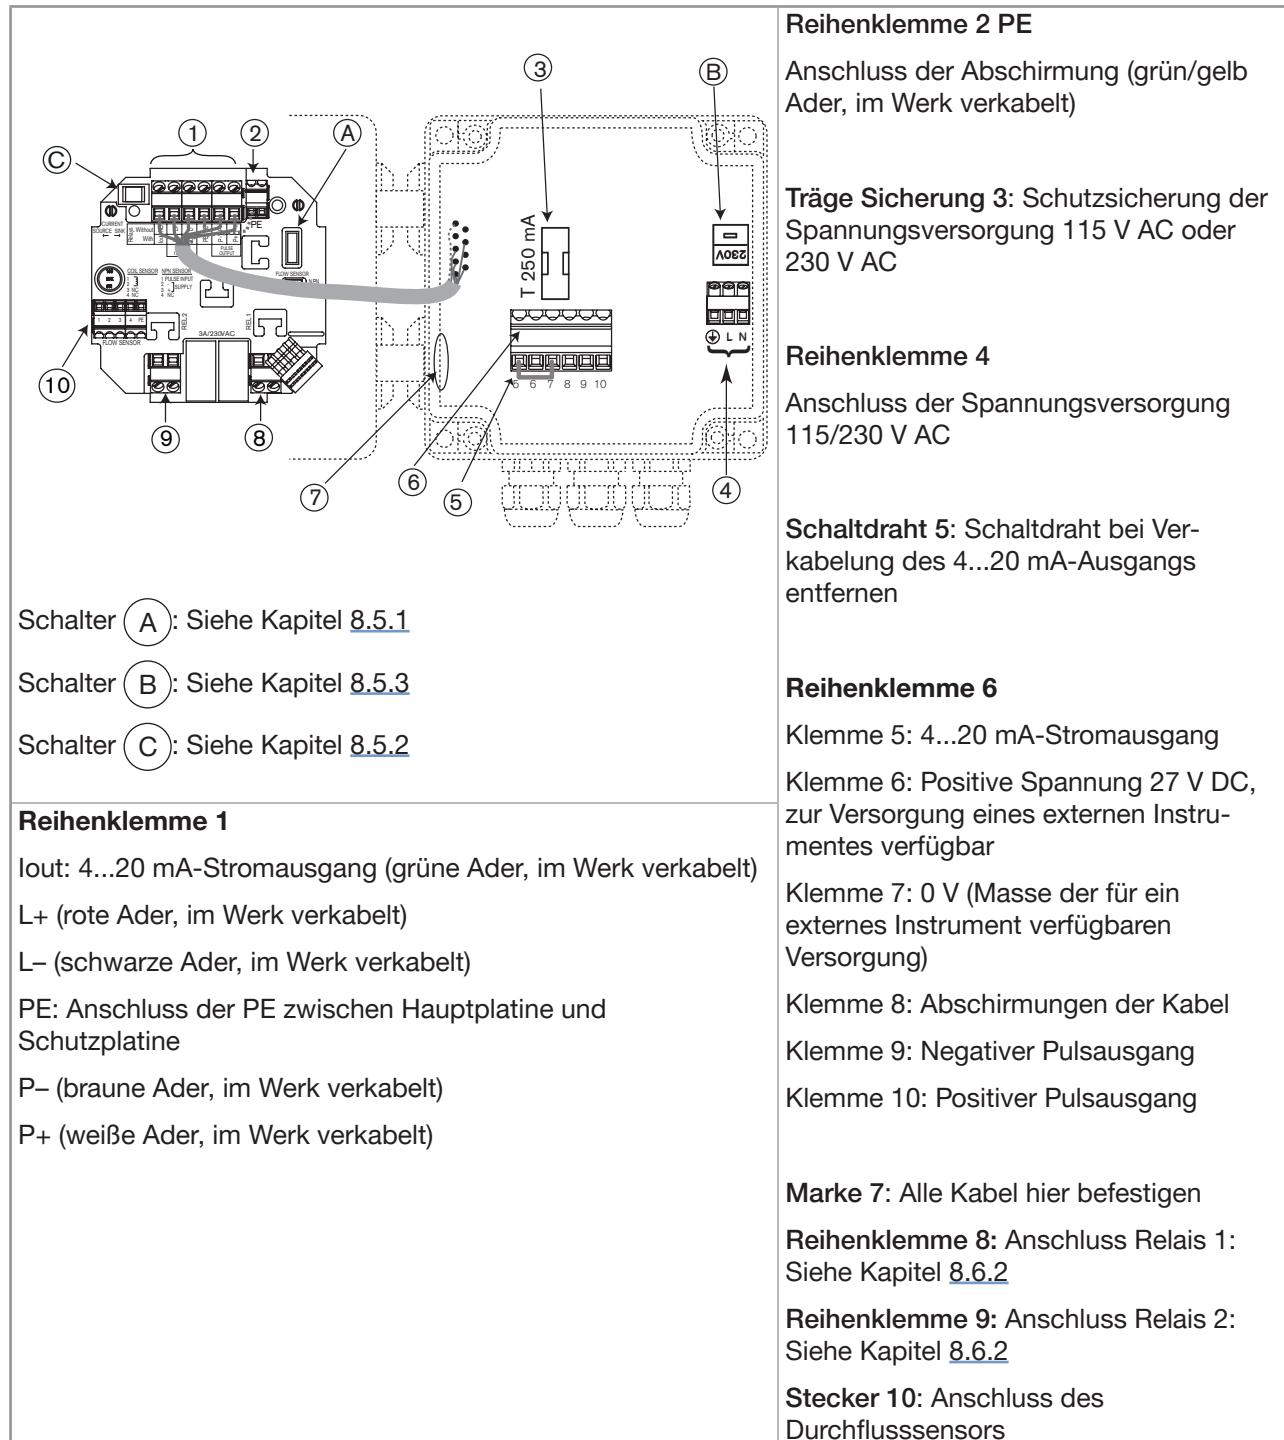

Bild 50: Klemmenbelegung einer Wandmontage-Ausführung, 115/230 V AC, mit Relais
- Beide Reihenklemmen (mit [4] und [6] in Bild 46, Kapitel 8.8.2 und Bild 50, Kapitel 8.8.3 gekennzeichnet) vom Gehäuse entfernen.
- Die beiden Reihenklemmen (gekennzeichnet [4] und [6] in Bild 46 Kapitel 8.8.2 und Bild 50 Kapitel 8.8.3) an ihre Originalstelle einsetzen.